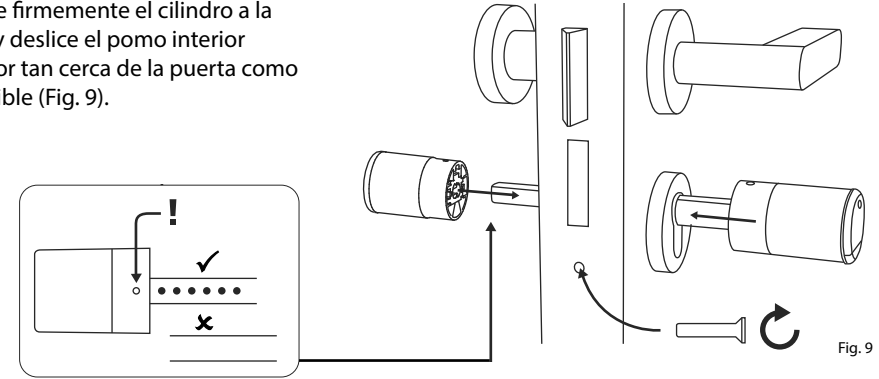

Fig. 9
- ⑥ Atornille firmemente el cilindro a la puerta y deslice el pomo interior y exterior tan cerca de la puerta como sea posible (Fig. 9).